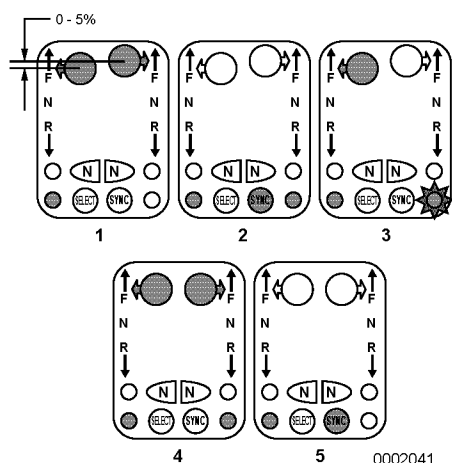

Figura 15
2. Alinee los ajustes de inversor y gas de los motores moviendo las palancas de mando activas de babor y de estribor a posiciones que difieran menos del 5% entre sí (**Figura 15, (1)**) y pulse el botón SYNC (**Figura 15, (4)**) en el mando de control. El indicador de sincronización parpadea si las posiciones de las palancas difieren más de un 5% entre ellas (**Figura 15, (3)**). El indicador de sincronización dejará de parpadear y se quedará encendido (**Figura 15, (4)**) cuando las palancas se muevan a un 5% de cada una.